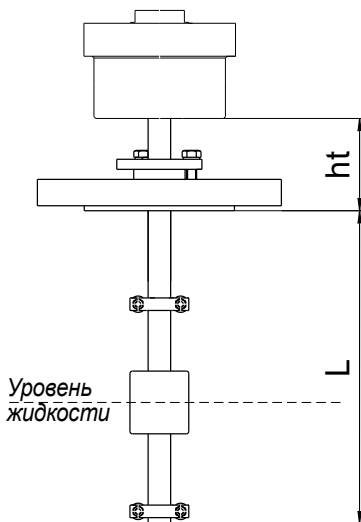

Рисунок 5
2.2.1 Для применения ПМП в средах с температурой, превышающей 60 °C (но, не более 125 °C), принимаются меры по охлаждению корпуса (головной части ПМП), находящейся над резервуаром. Для этого часть направляющей (трубы) ПМП возвышают над резервуаром на расстояние  $ht$ , достаточное для охлаждения корпуса (рисунок 5).